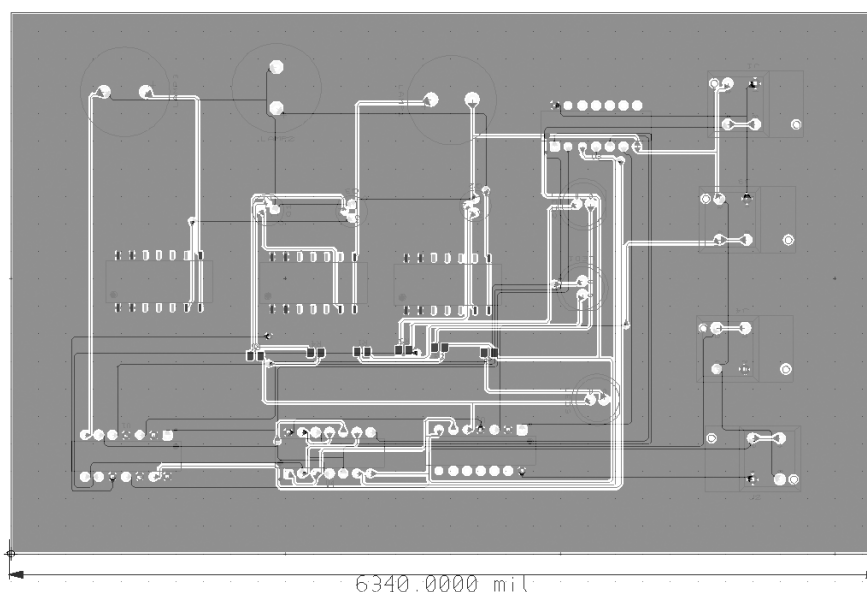

图 13-16 标注水平尺寸
1) 选择菜单栏中的“绘制”→“尺寸”→“水平尺寸”命令，对板框水平方向进行标注，如图 13-16 所示。